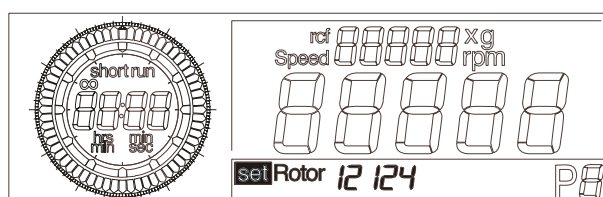

Fig. 5.14: Présélection du rotor
- Tournez le bouton rotatif gauche jusqu'à ce que « set » soit affiché devant le paramètre « Rotor » (Fig. 5.14).